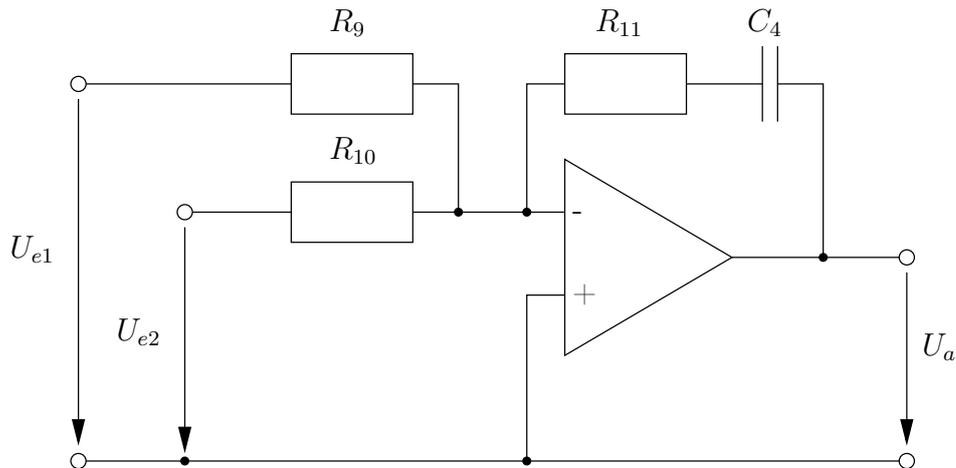

Abbildung 21: Operationsverstärkerschaltung eines Reglers
- Bauen Sie die in Abbildung 21 gezeigte Schaltung auf. Nutzen Sie diese Schaltung als Regler für eine der Regelstrecken (z.B. Föhn).